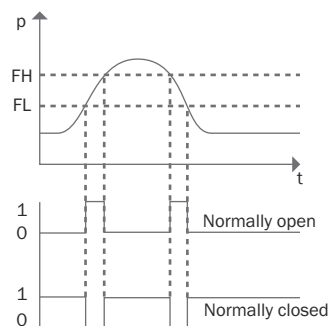

図 6: ウィンドウモード
ウィンドウモードでは、定義した圧力範囲を監視することができます。システム圧力がウィンドウ下限 (FL) とウィンドウ上限 (FH) の間にある場合、出力はアクティブ (ノーマルオープン、n.o.) または非アクティブ (ノーマルークローズ、n.c.) になります (参照 図 6, ページ 123)。